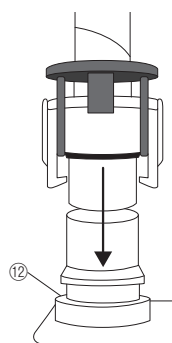
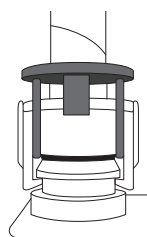

図8
図9
- 2) 取り付ける時はカプラー⑪をカプラー接続口⑫に「カチッ」と音がするまで押し込み(図8)、爪が確実に引っ掛かっていることを確認する。(図9)